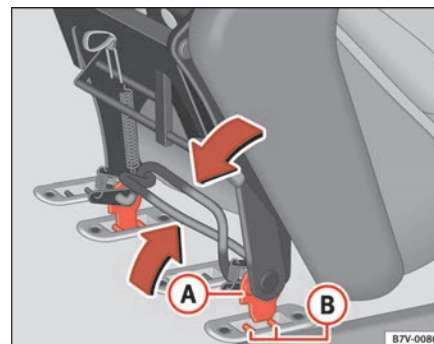

Abb. 93 Sitz einbauen: Bügel und Haltebolzen
- Stellen Sie das Sitzgestell ⇒ Seite 132, Abb. 93 **A** zwischen die Haltebolzen **B** in die Bodenverankerungen und lassen Sie beide Bügel los.